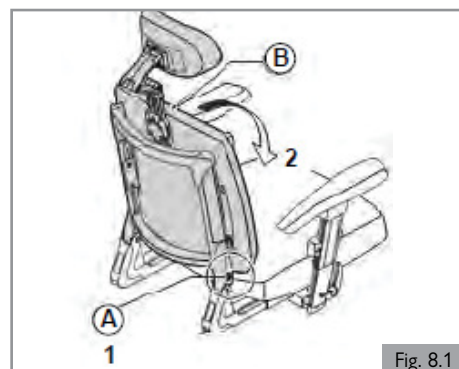

Fig. 8.1
8.1 Libération rapide du dossier rabattable (Fig. 8.1)